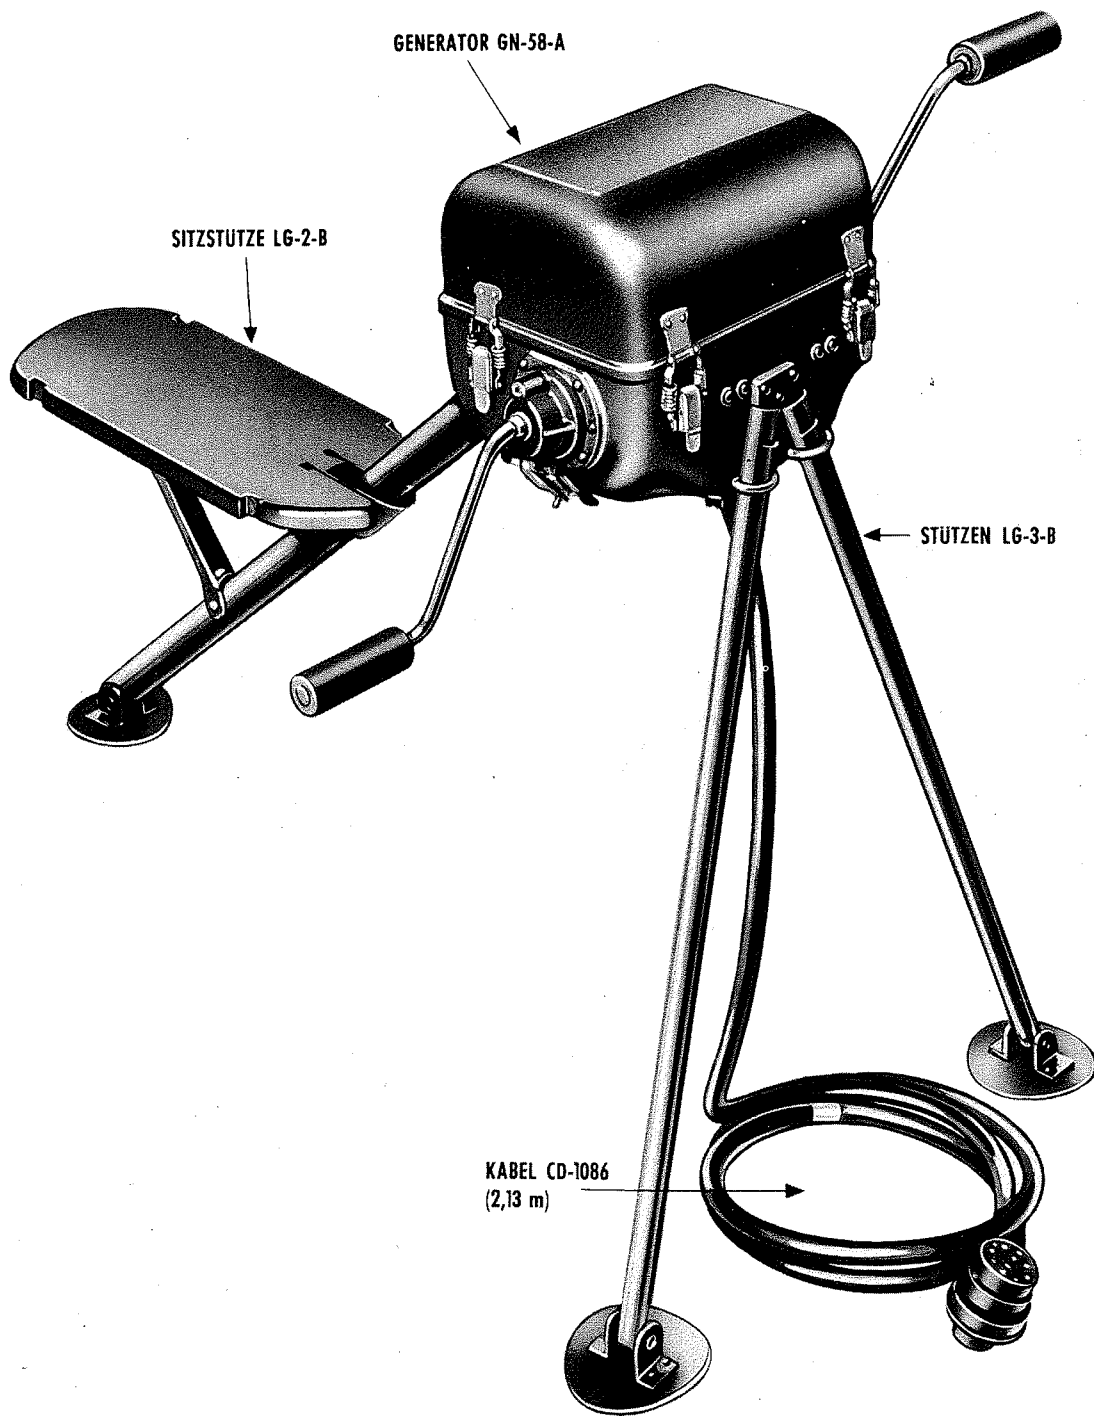

Bild 16 Generator GN-58-A, betriebsfertig
1.2.10 Handgenerator GN-58-A (Bild 16)
eines Umformers (vgl. Abschnitt 1.2.3). Ein Klappsitz, auf dem der Bedienende sitzt, ist an einem der drei Standbeine des Generators befestigt. Der Generator wird im allgemeinen mit abnehmbaren Handkurbeln angetrieben. Der Kabelanschluß für das Sende-Empfangsgerät liegt im Boden des Generators (siehe Bild 16). Zum Transportieren des Zubehörs für den Handgenerator genügt die mitgelieferte Rolltasche BG-174.